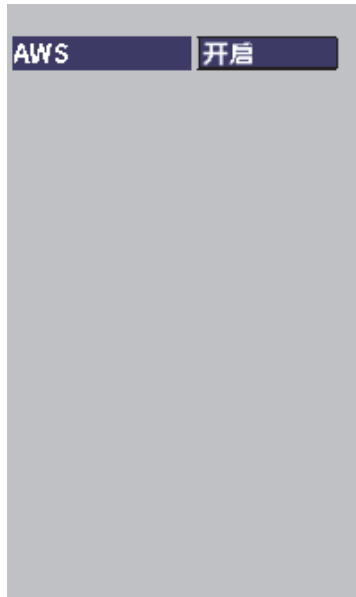

图 11-24 AWS对话框
2. 选择**AWS**图标 () , 打开**AWS**对话框 (参见第193页的图 11-24) 。参阅第38页的“在对话框和设置页中浏览”, 了解有关使用对话框的详细信息。